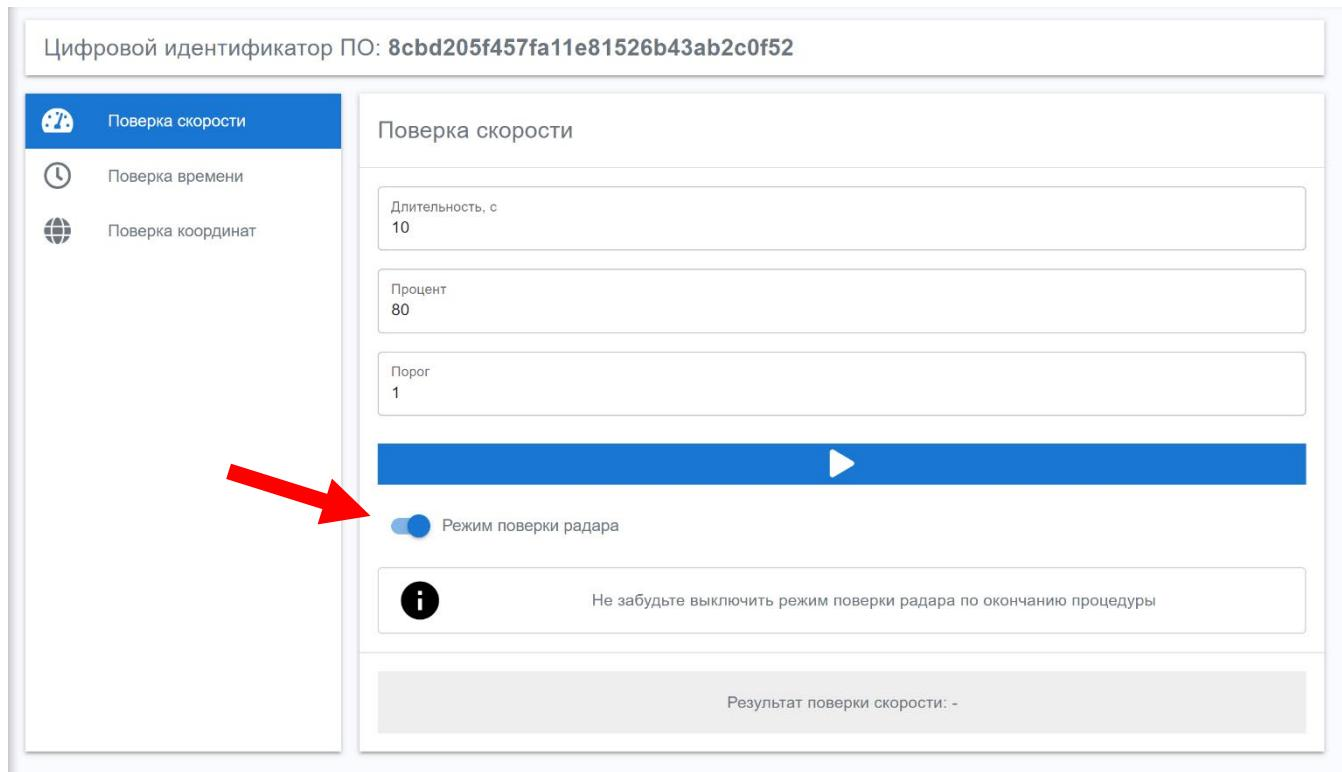

Рисунок 11 – Вкладка интерфейса «Проверка скорости»
6.7.5.2. Для определения радарной скорости (в соответствии с п. 3.8.5 РУБС.411739.006 ИСТК) необходимо перевести радар в режим поверки (см. рисунок 11) и запустить поверку радарной скорости.